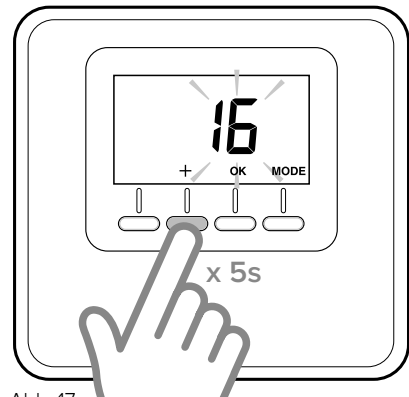

Abb. 17
- Die Taste „+“ auf dem Raumsensor (Abb. 17) 5 Sekunden lang drücken. Das Display zeigt abwechselnd die Software-Version und den Änderungsindex.